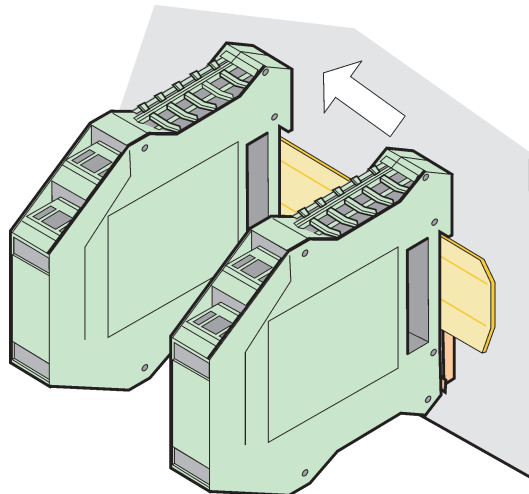

Figura 74 Ligação de vários módulos de expansão
4. Para vários módulos, instale-os lado a lado no carril DIN e deslize os módulos em conjunto (Figura 74). Deste modo, a rede e as fontes de alimentação dos módulos são ligadas em conjunto.